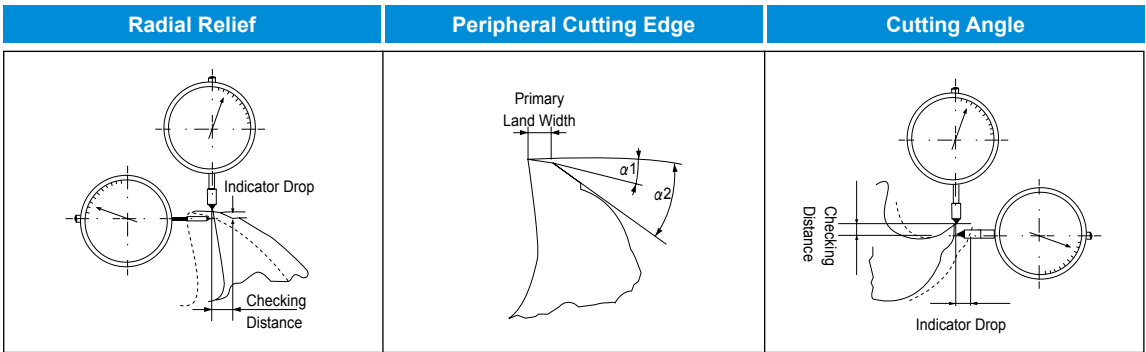

Fig. 6. Indicator Set-Up for Checking
2. Adjust the sharp pointed indicator to bear at the very tip of the cutting edge, pointing in a radial line, shown in Fig.6
2. Indikator so justieren, daß der Stab, in radiale Richtung zeigend, am äußersten Rand der Schneidkante angelegt ist (Bild 6).